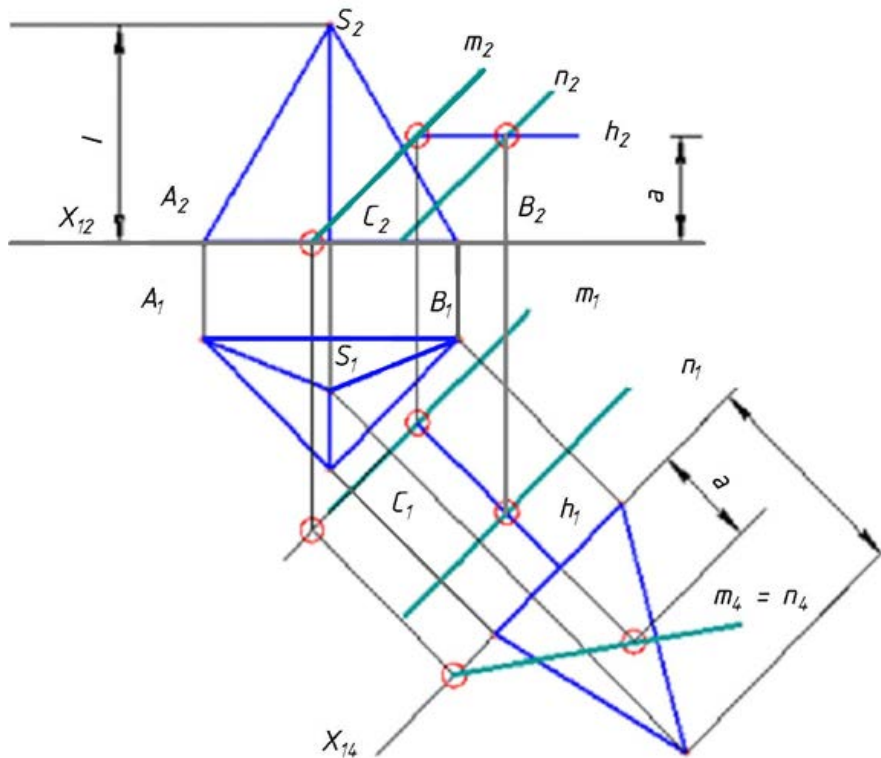

Рисунок 9 – Крок 3 алгоритму виконання РГР № 2
3. Побудувати проєкції заданої поверхні та площини на додаткову площину проєкцій (рис. 9).